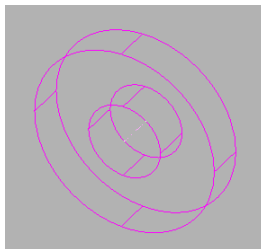

图 3-4 拉伸效果（线框图）
5. 拉伸截面成实体。设置完毕，单击对话框中的 OK 按钮，可拉伸截面生成实体，其线框图效果如图 3-4 所示。